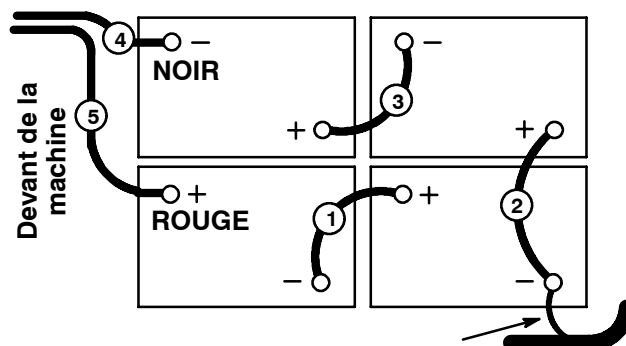

FIG. 2
3. Placez avec précaution les batteries dans le support du compartiment de batteries et disposez les cosse des batteries comme illustré (Figure 2).
- Branchez les câbles sur les cosses des batteries dans l'ordre numérique indiqué (Figure 2), ROUGE SUR PLUS (+) et NOIR SUR MOINS (-). Utilisez les couvercles de cosses de batteries et les manchons de caoutchouc fournis.